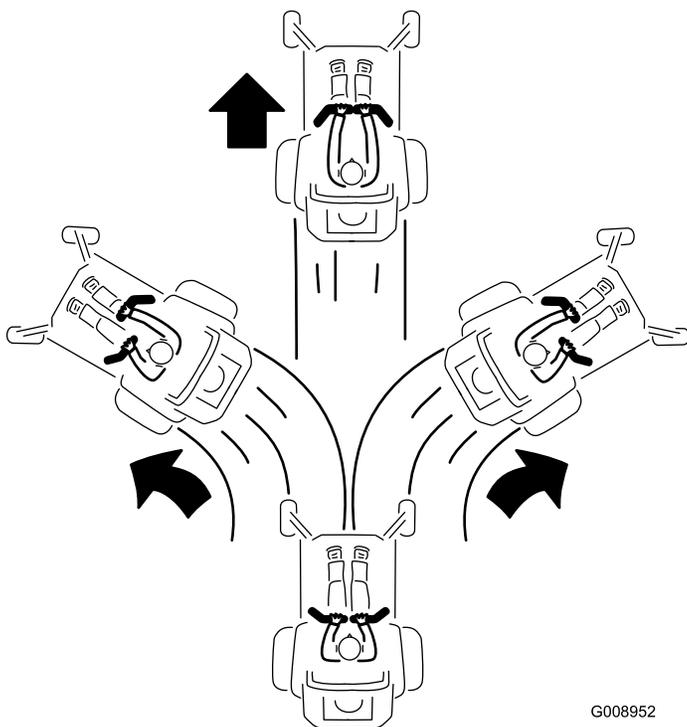

Bild 33
3. Drücken Sie die Fahrtriebshebel langsam nach vorne, um vorwärtszufahren (Bild 33).